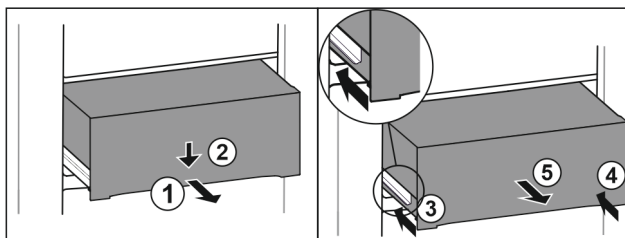

Fig. 125
- Extrageți pe jumătate sertarul. Fig. 125 (1)
- Apăsăți în jos sertarul pe partea frontală. Fig. 125 (2)
- Inserați șina stângă aproximativ 2 cm. Fig. 125 (3)
- Inserați șina dreaptă aproximativ 2 cm. Fig. 125 (4)
- Extrageți sertarul spre înainte. Fig. 125 (5)